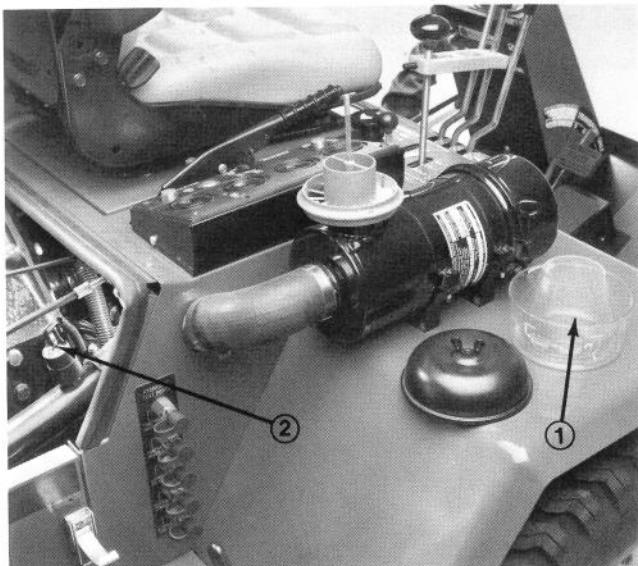

Fig. 32
1. Manutenzione dello scodellino del prefiltrato (Fig. 32) – Ogni giorno ispezionare lo scodellino del prefiltrato; in ambienti molto polverosi e sporchi verificare più sovente. Non lasciare che la polvere si accumuli oltre il livello indicato sullo scodellino.